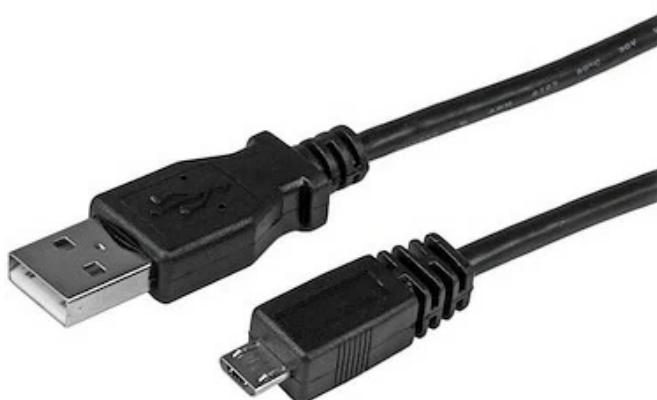

Imagen 2. Cable con puerto micro USB en un extremo y USB-A en el otro, común en cargadores de teléfono.
1. Conecte a la entrada de corriente 1 un cable micro USB (Imagen 2) conectado a un cargador de teléfono convencional.